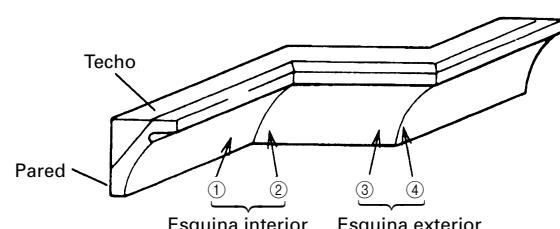
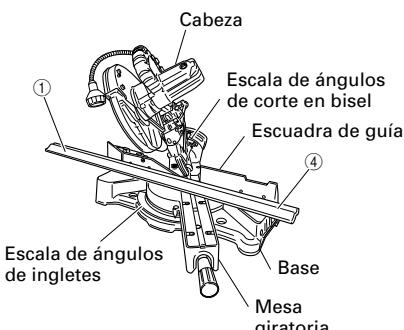
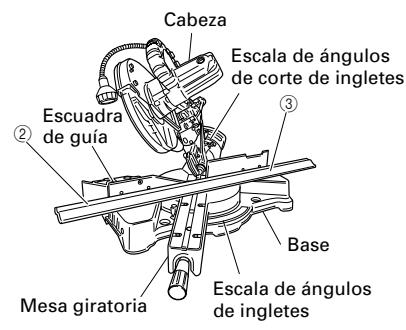

Fig. 34
Fig. 36
Fig. 37
Con respecto a las molduras en vértice típicas, consulte la Fig. 34.
**(1) Ajuste para cortar molduras en vértice a los posiciones ① y ④ de la Fig. 34 (consulte la Fig. 36, incline la cabeza hacia la izquierda):**
- ① Gire la mesa giratoria hacia la derecha y ajuste el ángulo de ingletes de la forma siguiente:
**(2) Ajuste para cortar molduras en vértice a los posiciones ② y ③ de la Fig. 34 (consulte la Fig. 37, incline la cabeza hacia la izquierda):**